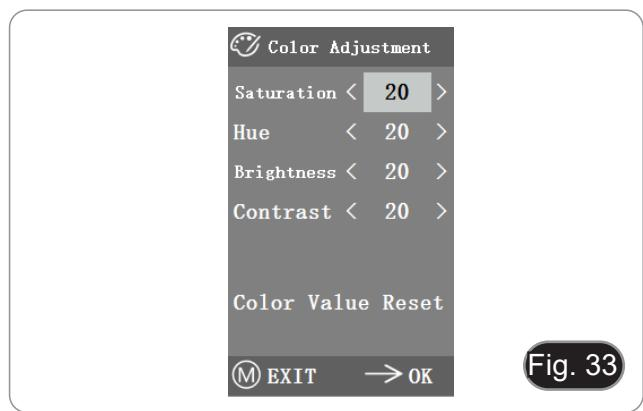

Fig. 33
1. Nach dem Aufrufen des Farbeinstellungsmenüs (Fig. 33) können Sättigung, Farnton, Helligkeit und Kontrast eingestellt werden, um das Bild auf das gewünschte Niveau zu bringen.